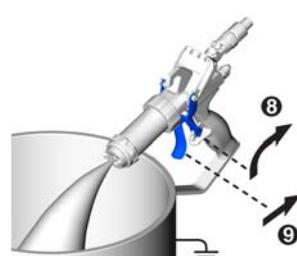

Рис. 21
- Снимите спусковой крючок пистолета с предохранителя. См. Рис. 21.
- Удалите воздух из шлангов для смолы и катализатора, выполнив следующие действия. Прижмите пистолет к краю находящейся под ним заземленной емкости и нажмите на спусковой крючок с целью распыления. Производите распыление до тех пор, пока из обоих отверстий в передней части пистолета не начнет появляться жидкость без примеси воздуха. См. Рис. 21. Возможно, для подачи жидкости понадобится немного увеличить давление воздуха в насосе.